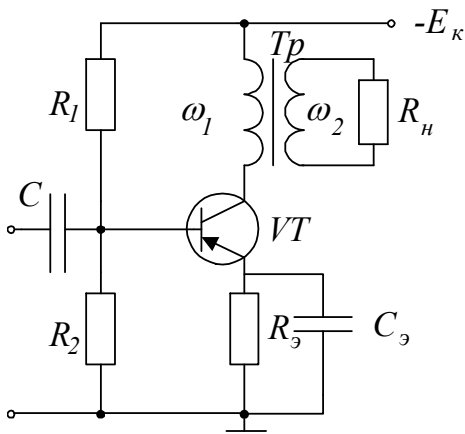

Рис. 7
3.17. Найти сопротивление резистора R_2 в усилителе по схеме рис. 7, если напряжение источника питания $E_K = 9$ В, напряжение между базой и эмиттером $U_{\delta\epsilon} = 0,2$ В, ток базы $I_{\delta} = 0,1$ мА, сопротивление резистора $R_1 = 8$ кОм.